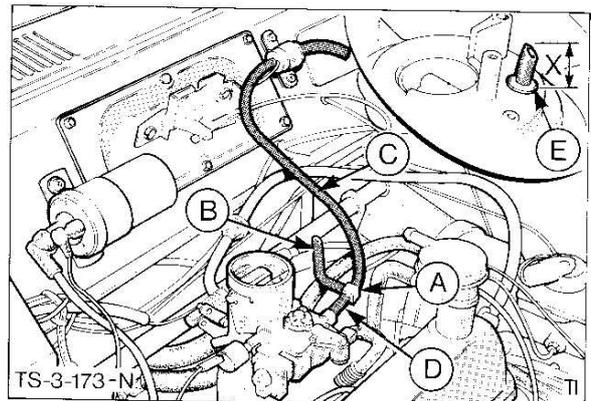

Abb.7 Weber-Vergaser
10. Zurechtgeschnittene Schläuche mit T-Stück am Fahrzeug anbringen, Abb.6 (Motorcraft) bzw. Abb. 7 (Weber).